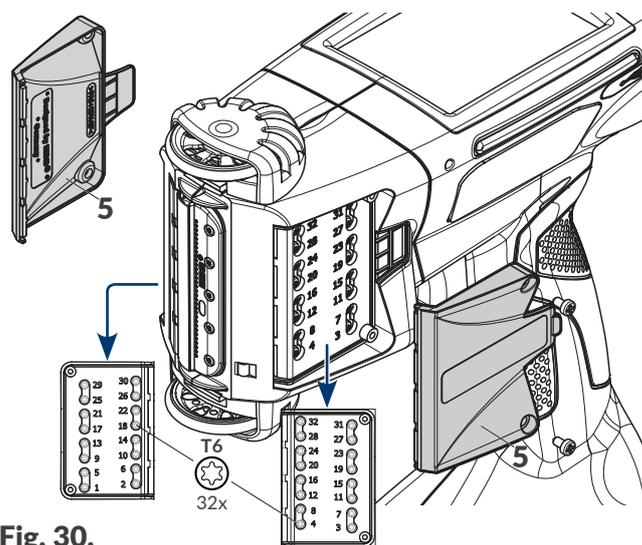

Fig. 30.
1. Con un destornillador cruciforme, desatornille los tornillos de fijación de las cubiertas **5** a ambos lados de la impresora (véase la **Fig. 30**).
- Cuando los marcajes sean de buena calidad, termine el procedimiento de ajuste y vuelva a colocar las cubiertas **5** (véase la **Fig. 30 en la página 138**).